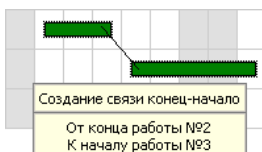

Рис.3.25 Создание связи.
2. Не отпуская кнопки мыши, наведите курсор на прямоугольник работы, с которой необходимо создать связь (Рис.3.25).